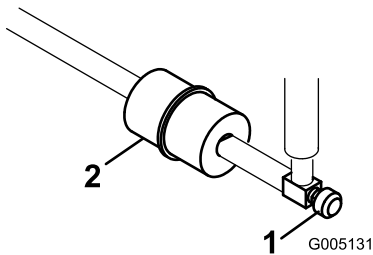

図 43
インラインタイプの燃料フィルタが、燃料タンクとキャブレタの間に設置してあります 図 43。
1. 燃料バルブを閉じる 図 43。
2. フィルタの下に回収容器を置き、フィルタのキャブレタ側のホースクランプをゆるめて燃料ラインからフィルタを外す(図 43)。
3. もう一方のホースクランプをゆるめてフィルタを取り出す 図 43。